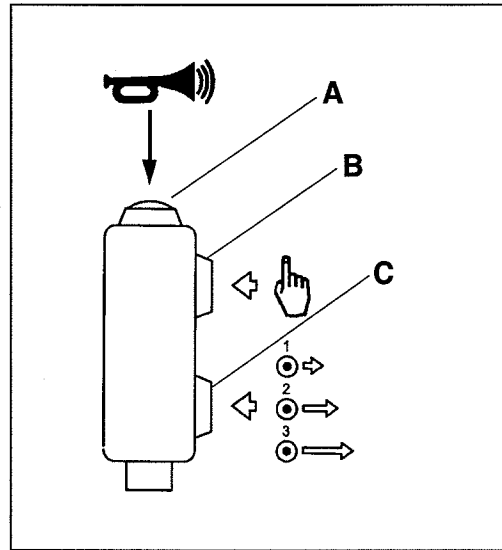

Figura 17
1. **Bocina** : La bocina es el botón rojo que está ubicado en la parte superior de la palanca de control (figura 17, elemento A). **NOTA: La bocina suena de forma continua cuando se la oprime y de forma intermitente y automática en reversa.**
2. **Pulsación única**: El botón de pulsación única es de color verde y está ubicado en la parte delantera superior de la palanca de control (figura 17, elemento B). **NOTA: Si desea más información acerca del control de pulsación única lea a continuación.**
3. **Selector de velocidad**: El selector de velocidad es el botón negro ubicado en la parte delantera inferior de la palanca de control (figura 17, elemento C).